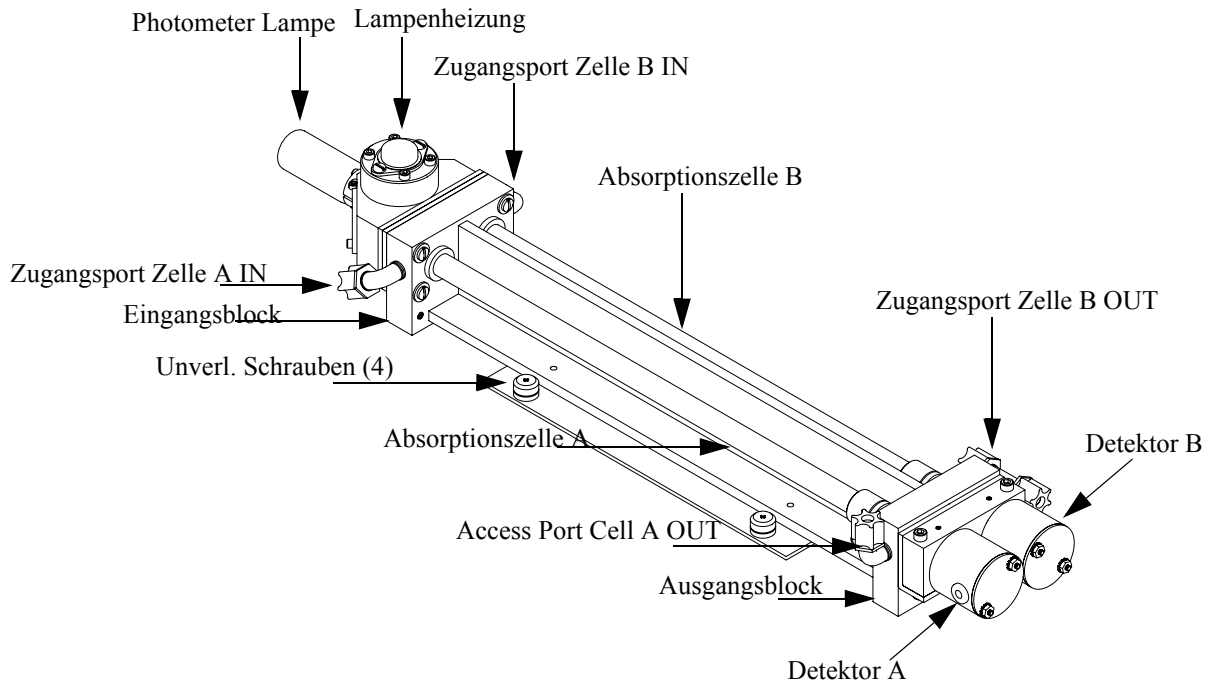

Abb. 7-11. Optische Meßbank tauschen
Zum Austauschen der optischen Bank bitte wie folgt vorgehen (Abb. 7-11).
4. Lösen Sie die (4) unverlierbaren Schrauben, mit denen die optische Meßbank auf der Grundplatte befestigt ist (Abb. 7-11) und nehmen Sie dann die Meßbank heraus, indem Sie zunächst den Photometer
Zum Tauschen der Photometer-Lampe bitte wie folgt vorgehen :\(Abb. 7-11\).
Wenn Sie den Detektor tauschen möchten, bitte folgendermaßen vorgehen (Abb. 7-11).